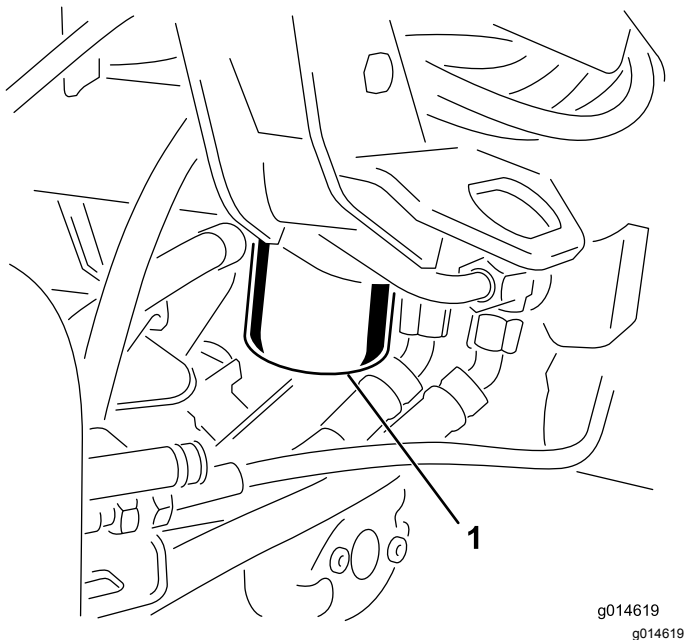

Figura 39
1. Limpe a zona em torno da montagem do filtro (Figura 39). Coloque um recipiente de escoamento debaixo do filtro e retire o filtro.